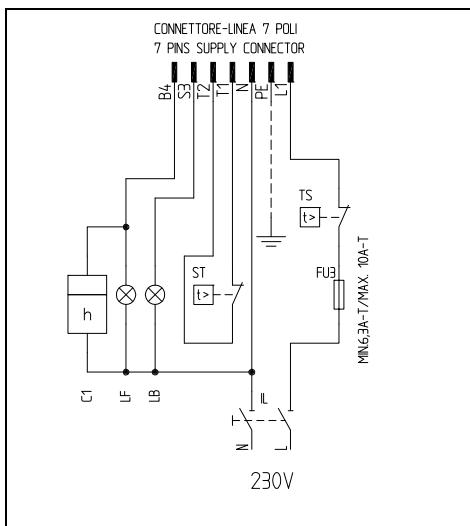
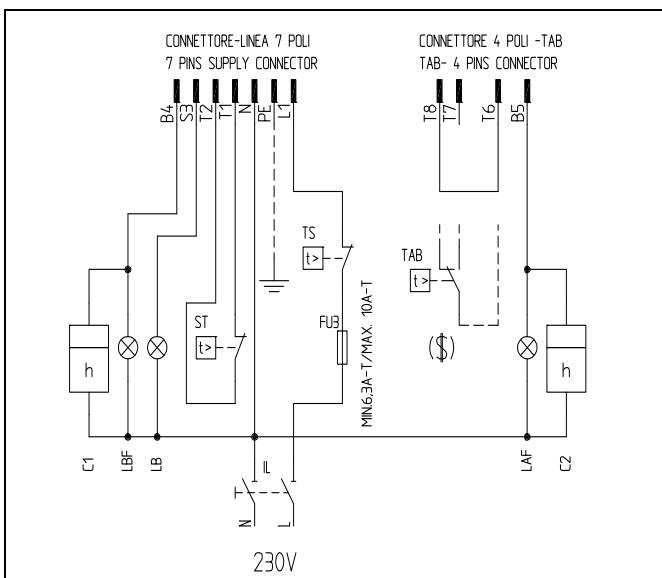
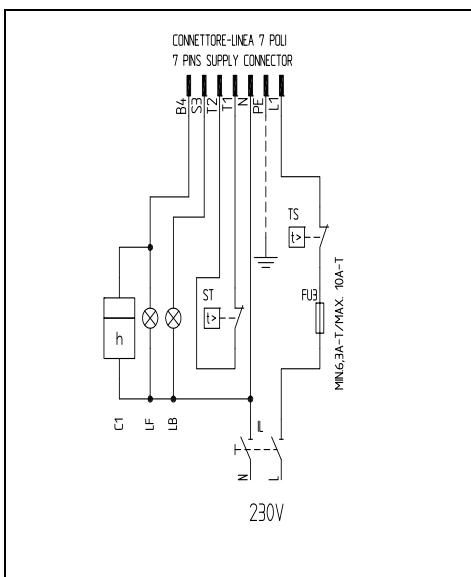

Fig. 34 - Conexiuni conector cu 7 pini
Fig. 36 Conexiuni conectori cu 7 pini si 4 pini
Fig. 38 - Conexiuni conector cu 7 pini
Conector de alimentare arzator (Fig. 34 - Fig. 36 - Fig. 38) Conector cuplare sonde (arzatoare complet modulante , Fig. 40)	 Fig. 31
Conector flacara INALTA/JOASA (treapta 1/2) (arzatoare progresive , Fig.36)	 Fig. 32
- 2 porniti arzatorul prin actionarea comutatorului principal **A** pe "ON" : daca arzatorul se blocheaza (LED B aprins pe panou) apasati butonul (C) de RESET din panou(Fig. 36).